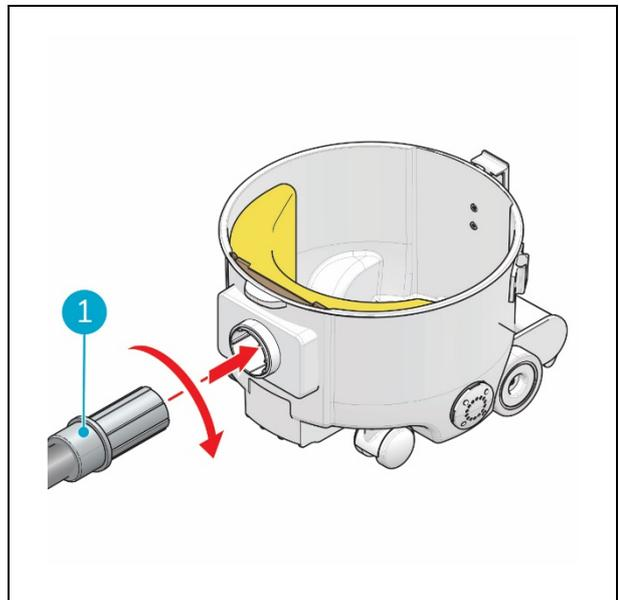

Abbildung 14
13. Stecken Sie den Schlauch (Abb. 14, Pos. 1) in den Schlauchanschluss und drehen Sie ihn im Uhrzeigersinn, um ihn zu fixieren.